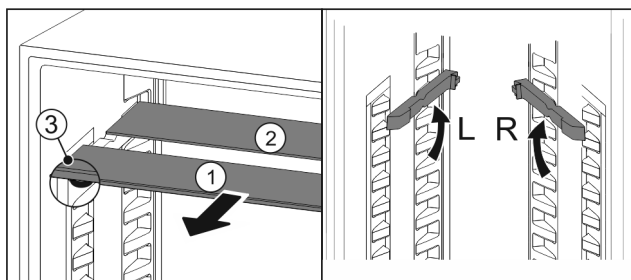

Fig. 127
- ▶ Skleněné desky jednotlivě vytáhněte dopředu Fig. 127 (1).
- ▷ Skleněná deska Fig. 127 (1) s ozdobnou lištou leží vpředu.
- ▷ Záračky Fig. 127 (3) směřují dolů.